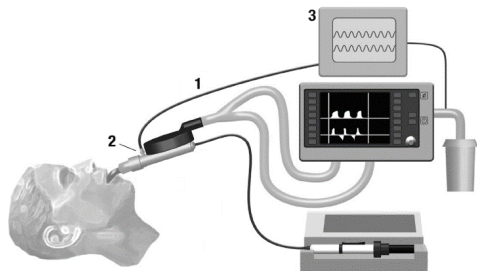

図1
1. 図1に示すように、ガスサンプリングライン (1) をSedaconda ACDガスモニタサンプリングポート (2) に接続します。ルアーコネクタを時計回りに回して、接続ポイントでガスのリークが生じないようにしっかり固定します。
2. ガスサンプリングライン (1) を呼吸ガスモニタ (3) に接続します。ルアーコネクタを時計回りに回して、接続ポイントでガスのリークが生じないようにしっかり固定します。